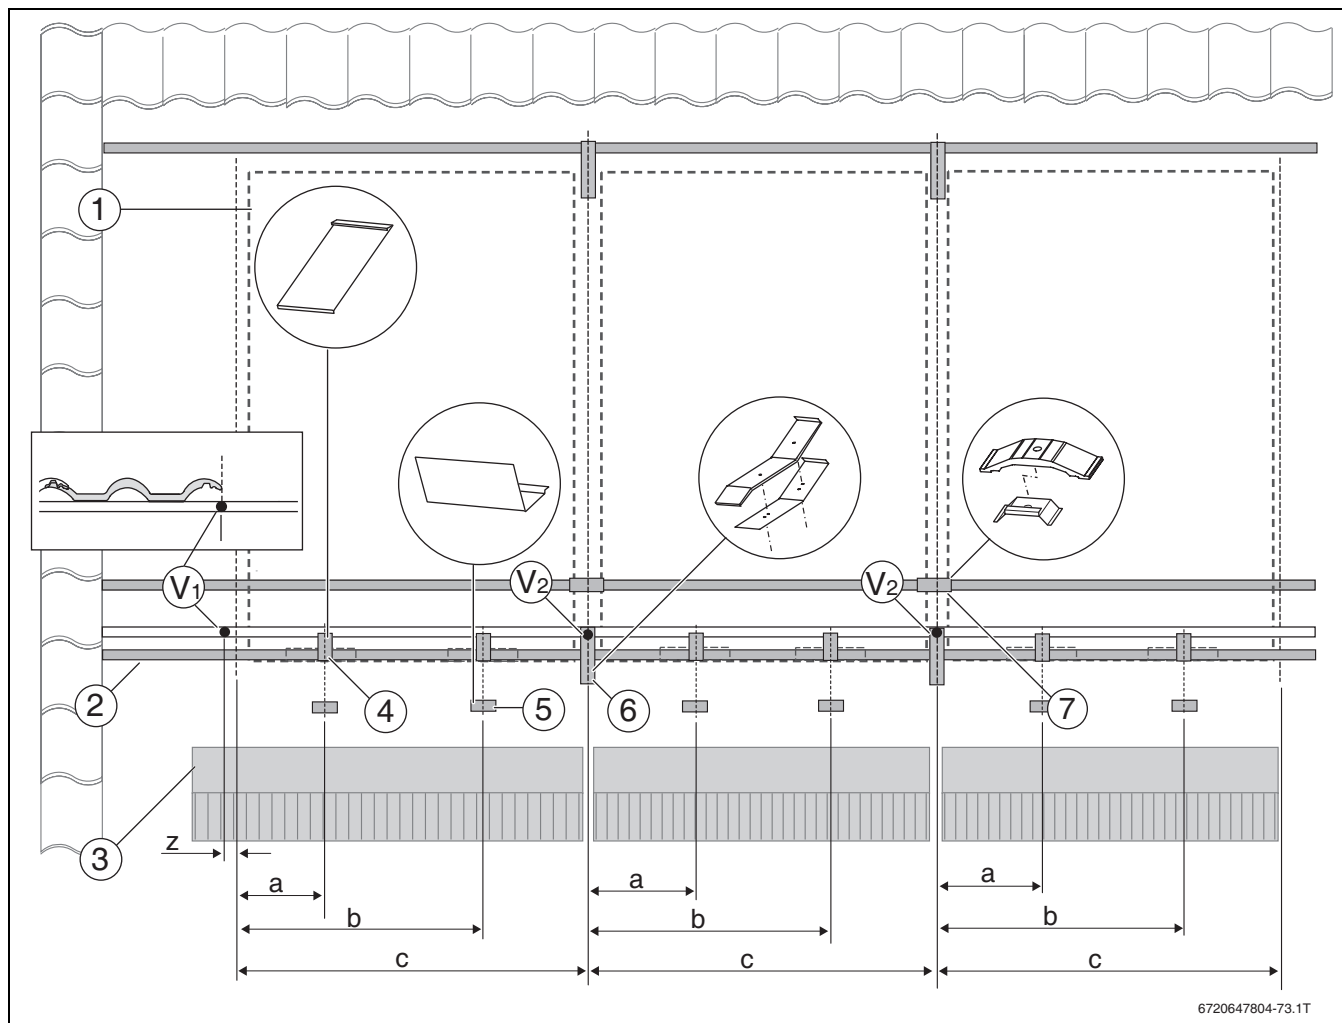

Fig. 38 Medidas de montaje para colectores verticales
- **Colectores verticales:** medidas a, b, c (→ fig. 38 y tab. 22, pág. 30)